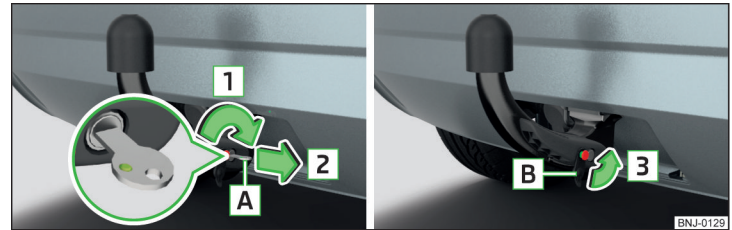

Abb. 251 Schloss verriegeln und Schlüssel abziehen / Kappe auf das Schloss stecken
- Den Schlüssel **A** in Pfeilrichtung **1** drehen, sodass dessen grüne Markierung nach oben zeigt » Abb. 251.